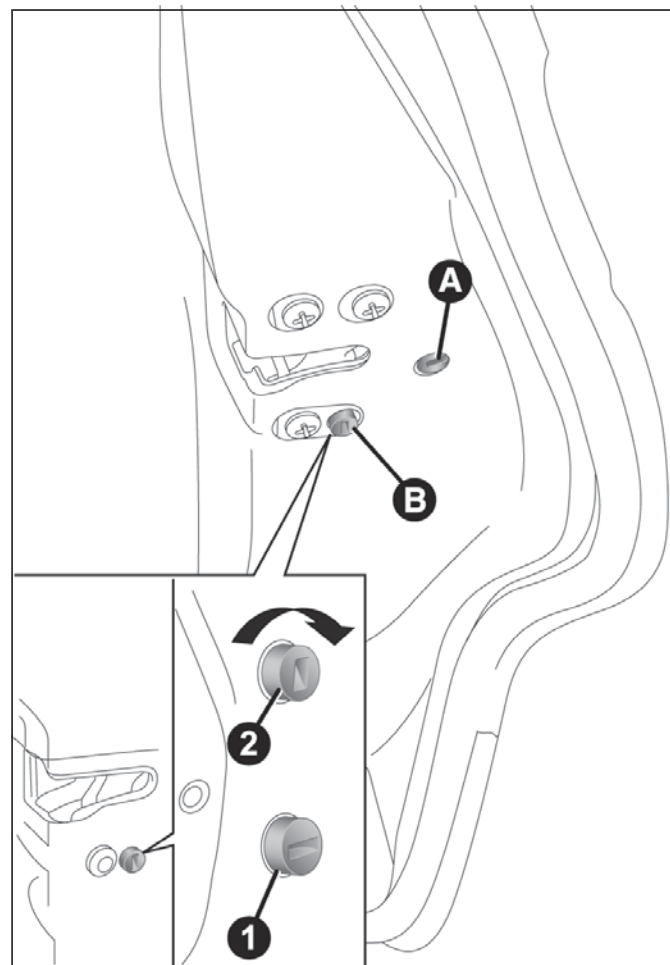
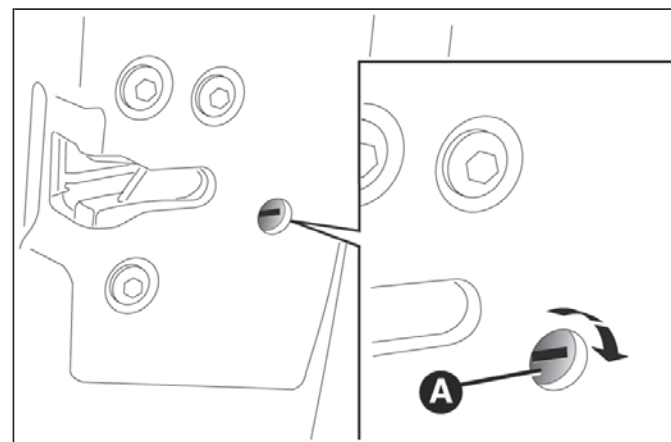

fig. 74
fig. 75
El dispositivo A fig. 74 sólo puede activarse con las puertas abiertas:
- ☐ introducir la pieza metálica de la llave de contacto en el alojamiento A fig. 75 (puerta delantera del lado del pasajero) o B fig. 74 (puertas traseras) ;